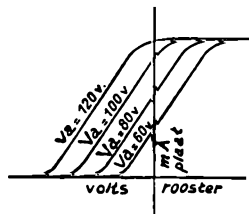

Fig. 32. Een karakteristieken-bundel, waarvan elke kromme bij een bepaalde plaatsspanning V_a behoort.
W. — Zeker niet! Als bijvoorbeeld de plaatspanning hooger is, roept de anode de electronen krachtiger tot zich en is bijgevolg, voor dezelfde rooster-spanning, de plaatstroom sterker. Men kan zoo een karakteristiek teekenen voor iedere plaatspanning en op die manier verkrijgen we een heelen bundel van karakteristieken (fig. 32).